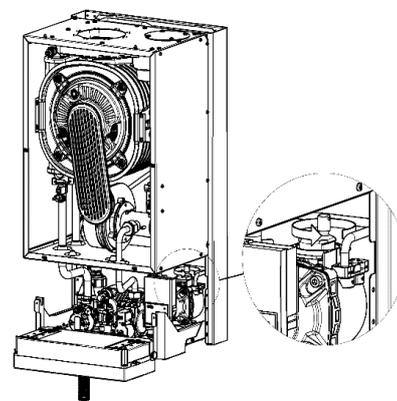

fig. 3.
7. Allenta il tappo sullo sfiato automatico della pompa. Orienta il foro d'uscita del tappo verso destra per proteggere il convertitore di pressione dall'allagamento dall'acqua (fig. 3).